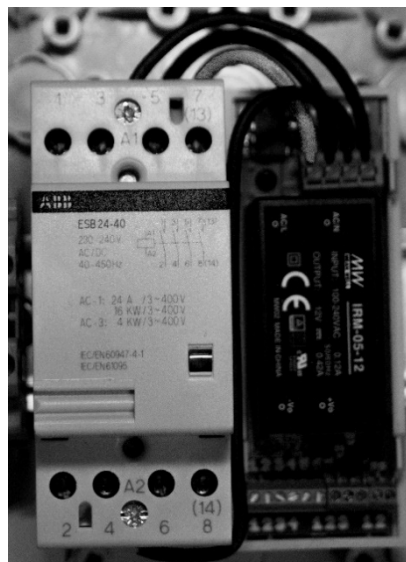

Рисунок 3
6. В ходе подключения должны сохраниться соединения контактора и печатной платы (от фазы на печатную плату L и от нулевого провода к N и от пускового соединения контактора A1 и A2 к печатной пластине K и K.) (Рисунок 3)